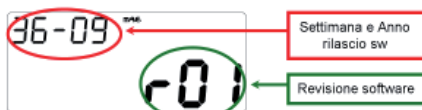
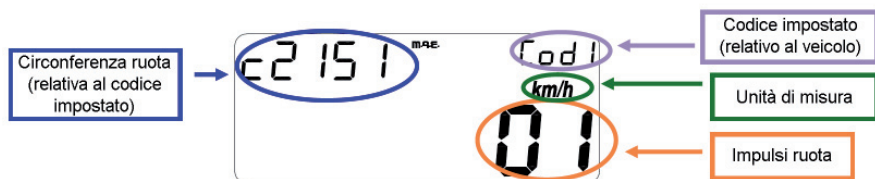

Abbildung 17
Abbildung 19
- 1. Seite (bei jedem Anschluss an die Fahrzeug-Batterie): Software-Version und Ausgabedatum (für ungefähr 3 Sekunden) (Abbildung 17).
- 3. Seite (jedes Mal, wenn das Instrument eingeschaltet wird): Anzeige der eingestellten Parameter (Abbildung 19).
- Anzeige der Menüpunkte (siehe Abbildung 17 und Abbildung 19) für ungefähr 3 Sek.